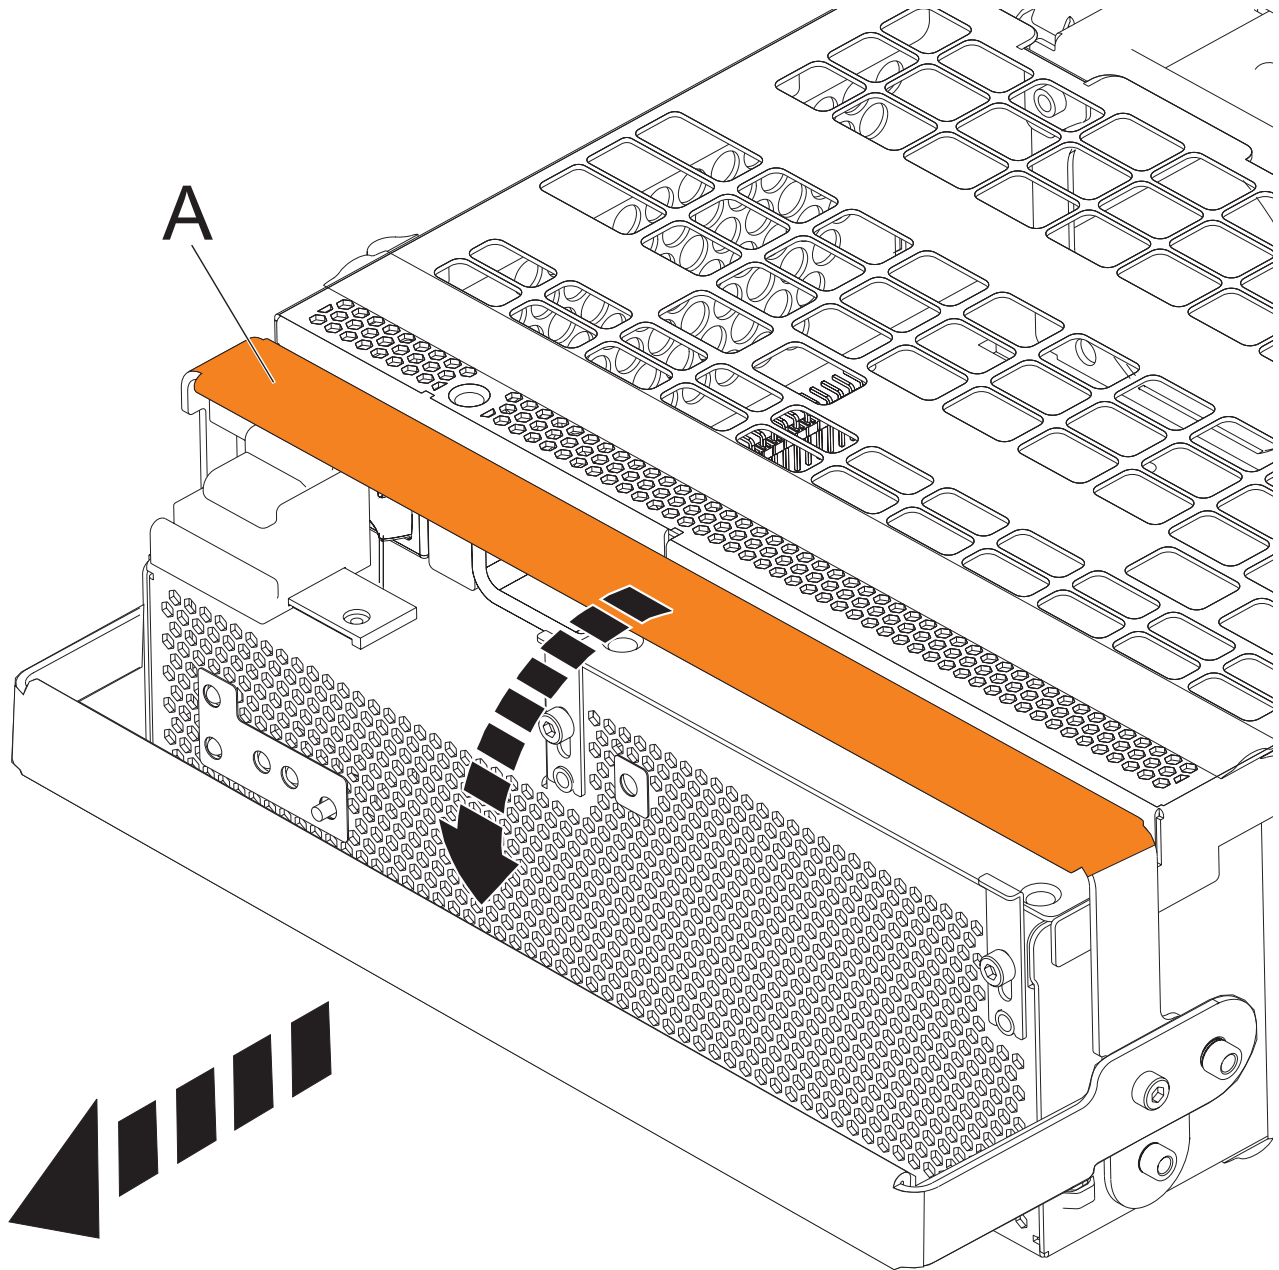

Figure 68. Retirer les ensembles de conversion hors ligne
- a. Tirez le levier (A) à fond vers le bas dans le sens indiqué pour dégager l'ensemble de conversion hors ligne. Pour plus d'informations, voir figure 68, à la page 89.